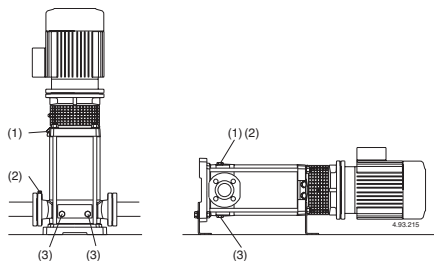

Fig. 4d (1) Vullen ontluchtingsplug
Sluit de ontluchtingvoor (fig. 4d) voor MXV-B, MXV(L) 25-32-40-50 en MXV(L)4 25-32-40-50 Sluit de naaldschroef (14.07) in de aftappug (14.12) (fig. 4b) en sluit de ontluchting (14.04).